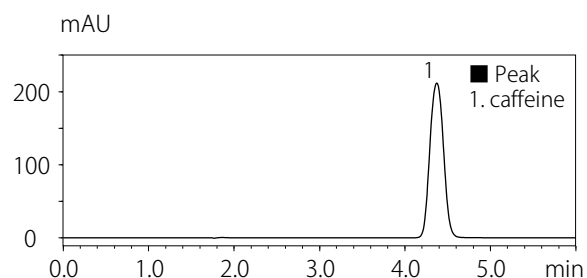
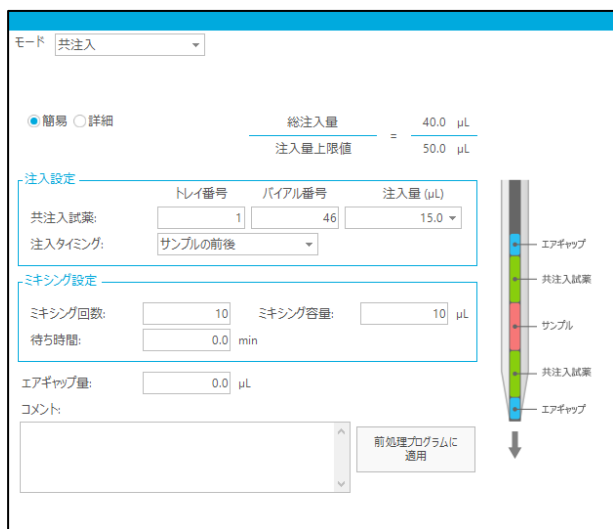
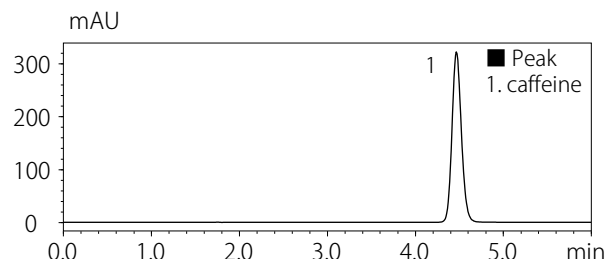

図2 構成AのNexera XRで取得したクロマトグラム
図3 自動前処理機能の共注入（簡易）設定画面
図4 水を共注入したときのクロマトグラム
*1 P/N: S228-34937-91、*2 共注入時の試料希釈溶媒。図3の分析で使用。
標準構成のNexera XRのカラム入口に内径0.3 mm、長さ600 mmの配管を追加した構成（以降、構成A）を用いて得られたクロマトグラムを図2に示します。
共注入を使用して、表1の条件で分析を行いました。図3に共注入の設定内容を示します。共注入試薬（水）15 μ L、試料、共注入試薬（水）15 μ Lを順に吸引し、ニードル内で混合した後に注入を行いました。図4に得られたクロマトグラムを示します。共注入によりピーク形状が改善していることが分かります。
図1、図2、図4のそれぞれのピークの理論段数を表2に示します。標準構成のNexera XRに比べて、構成AのNexera XRでは理論段数が約1.3倍、共注入を使用したときは理論段数が約2.8倍に向上しました。構成に変更を加えなくても共注入を使用することで、内径0.3 mm、長さ600 mmの配管を追加したときよりも、さらに高い理論段数が得られました。試料溶媒の希釈混合を活用することがピーク形状の改善につながるということがわかります。